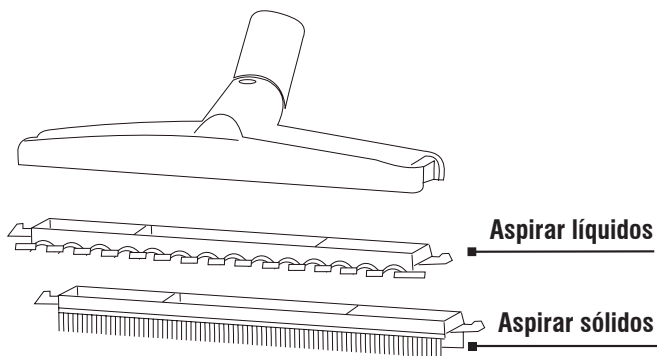

Fig. 7 – Montagem do bocal multiuso
- O bocal multiuso permite a utilização com a escova para aspirar materiais sólidos ou sem escova para aspirar líquidos, Fig. 7.